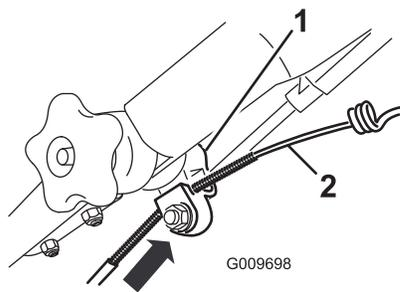

Figur 48
3. Dra kabelhöljet nedåt så att den exponerade kabeln sträcks (Figur 48).